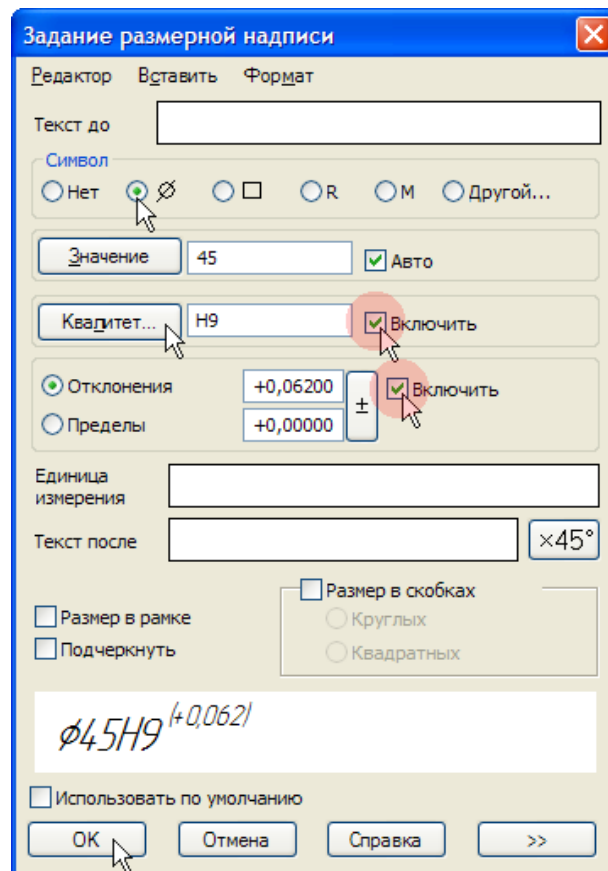

Рисунок 14.
- Щелкните на кнопке Квалитет (рис. 14).